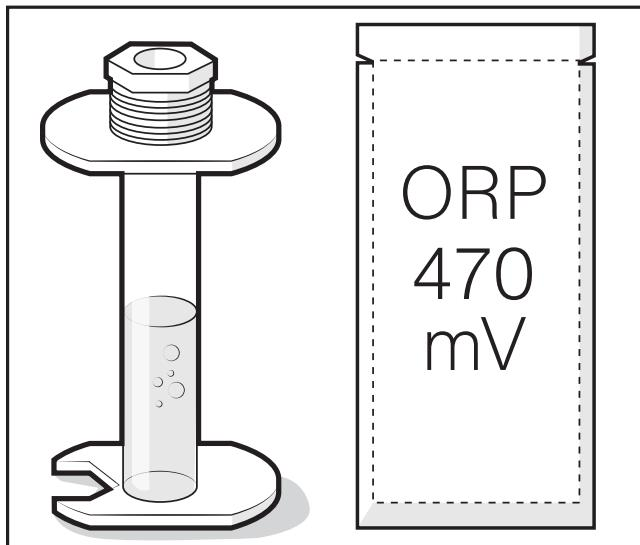

Figura 11. Llene el tubo de almacenamiento hasta la mitad
4. Llene el tubo de almacenamiento hasta la mitad con solución de tamponado ORP 470, consulte la Figura 11.